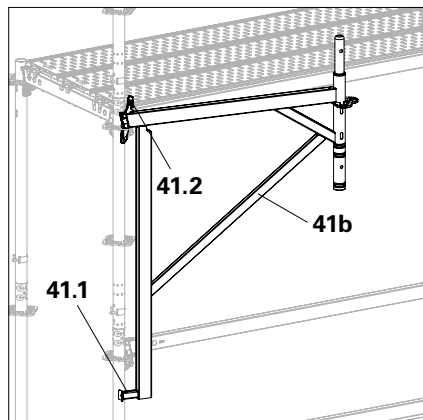

Abb. A6.03
1. Konsole (**41b**) in Rosette von Vertikalstiel oder Kopfstiel parallel zum Gerüst einhängen. (Abb. A6.03)